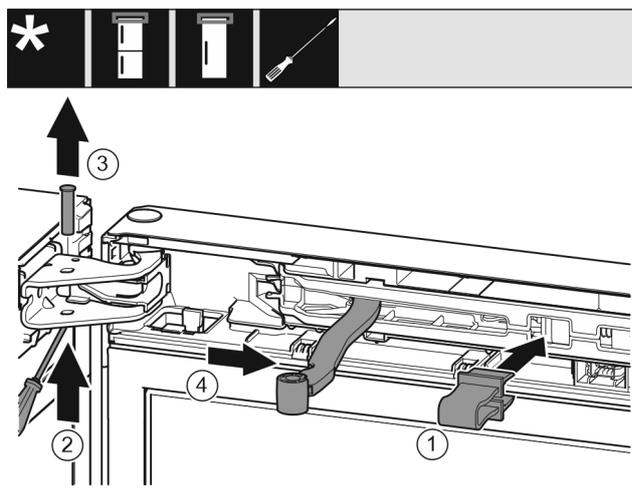

Fig. 8
- ▶ Introduire l'arrêtior dans l'ouverture. Fig. 8 (1)
- ▶ Desserrer le boulon avec un tournevis. Fig. 8 (2)
- ▶ Sortir le boulon par le haut. Fig. 8 (3)
- ▶ Tourner l'articulation en direction de la porte. Fig. 8 (4)